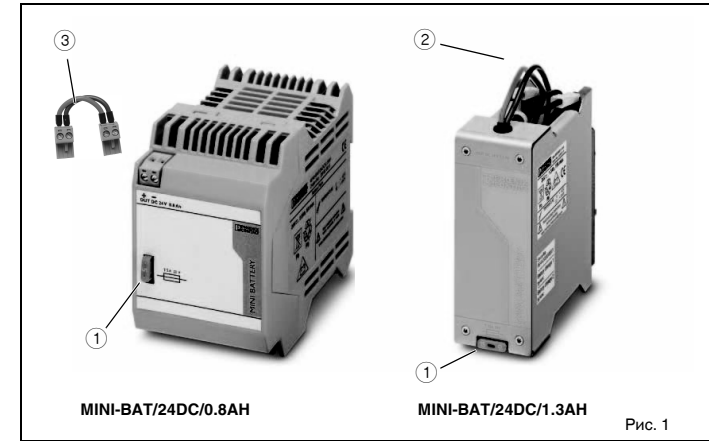
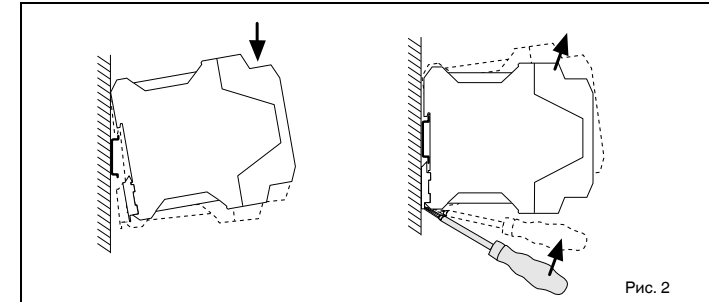

Рис. 1
Рис. 2
Abb./Fig. 1
Abb./Fig. 2
2. Подключение устройств (рис. 1):
- ① Предохранитель постоянного тока
- ② Соединительный кабель, стационарный
- ③ Предварительно подготовленный кабель
3. Монтаж (рис. 2)